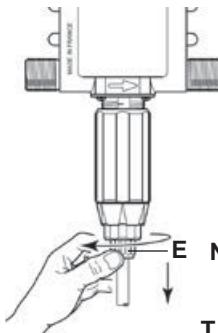
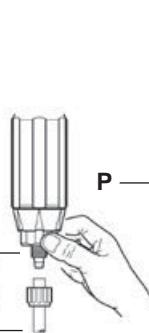

fig. 15
fig. 16
- Desenroscar a porca (Fig. 15-E) e retirar o tubo de aspiração (Fig. 16-T).
- Desenroscar e retirar a porca (Fig. 16-N).